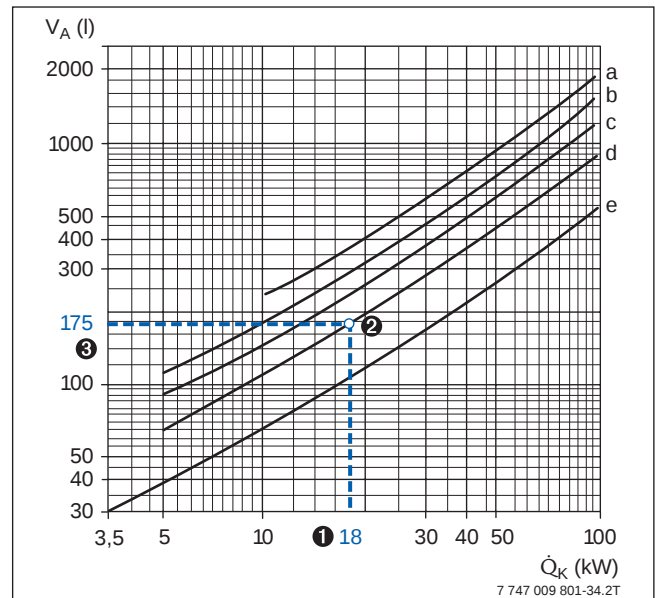

Bild 16 Anhaltswerte für den durchschnittlichen Wasserinhalt von Heizungsanlagen (nach ZVH-Richtlinie 12.02)
In Abhängigkeit von verschiedenen Parametern der Heizungsanlage lässt sich das Anlagenvolumen aus Bild 16 ablesen.
- ③ Gesamtwasserinhalt der Anlage = 175 Liter (→ Bild 16, Kurve d)
Das nach Punkt 3 in Bild 16 abgelesene Anlagenvolumen muss kleiner sein als das maximal zulässige Anlagenvolumen. Trifft das nicht zu, ist ein größeres Ausdehnungsgefäß zu wählen.
- ④ Erforderlich ist ein AG mit 12 l Inhalt, weil hierfür das nach Bild 16 ermittelte Anlagenvolumen kleiner als das maximal zulässige Anlagenvolumen ist.